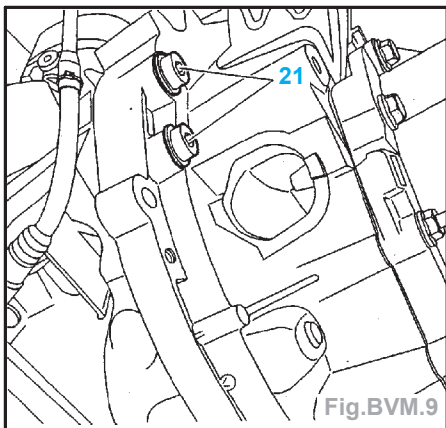

Fig.BVM.9
- Déposer les vis (21) (Fig.BVM.9).